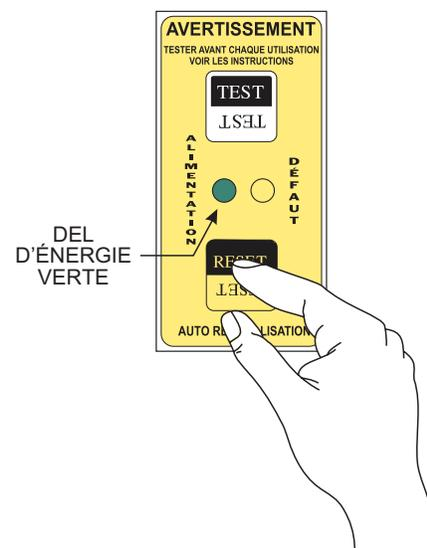

Figure 84. Module de détection GFCI (DEL verte ALLUMÉE)
3. Appuyez sur le bouton **RESET** du module GFCI et vérifiez que le voyant d'alimentation **VERT** est **ALLUMÉ** (Figure 84).